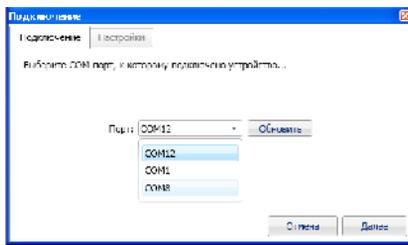

Рисунок 2
- в всплывающем диалоговом окне выбрать СОМ-порт, к которому подключен контроллер, и нажать «Далее» (рисунок 2);